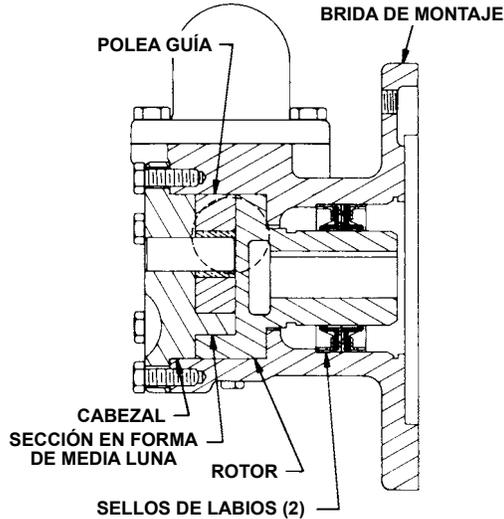

FIGURA 5
Para volver a montar los modelos G75 ó GG75 Bombas con sellos de labios: consulte la Figura 5
6. **AHORA EL CABEZAL SE PUEDE MONTAR EN LA BOMBA.** Incline levemente la parte superior del cabezal de la bomba lejos de ésta hasta que la sección en forma de media luna ingrese al diámetro interior del rotor y gire la polea guía hasta que sus dientes se engranen con los dientes del rotor. No dañe las juntas del cabezal. Observe la posición correcta de la polea guía y de la sección en forma de luna (**Consulte la Figura 5 y el paso 2 de Desmontaje**). Apriete los tornillos prisioneros del cabezal y luego revise el espacio final.